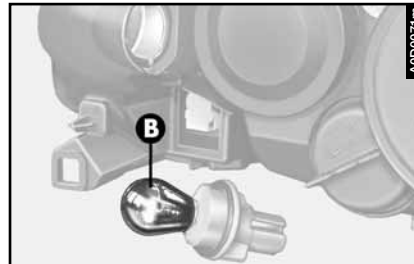

fig. 36
– sacar la lámpara (**B- fig. 36**) del grupo portalámparas, presionándola ligeramente y girándola hacia la izquierda.